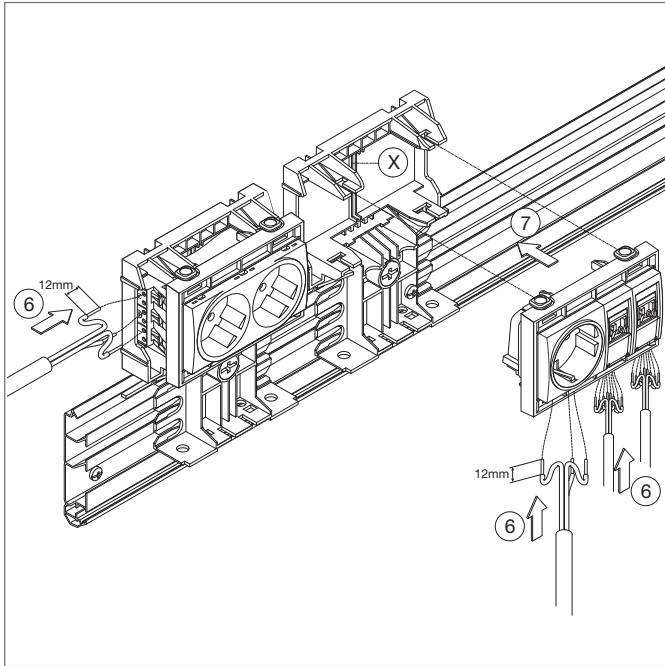
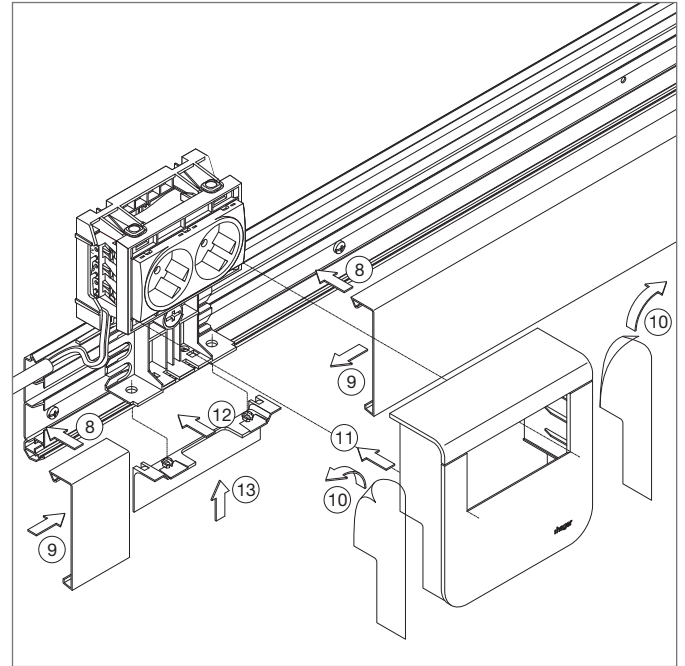

Abbildung 3
Abbildung 4
4. Steckdosen anschließen (Abb. 3)
5. Bestückten Geräteträger in das Geräteträgerunterteil einsetzen (Abb. 3 und Abb. 4)
Sie können den Geräteträger zusätzlich mit einer Schraube an der Wand befestigen. Platzieren Sie die Schraube dazu in der Mitte des Geräteträger-Unterteils zwischen den beiden Stabilisierungsstegen (s. Abb. 3 „X“). Der Abstand zwischen der Oberkante des Geräteträger-Unterteils und der Mitte der Schraube sollte dabei ca. 15 mm betragen.